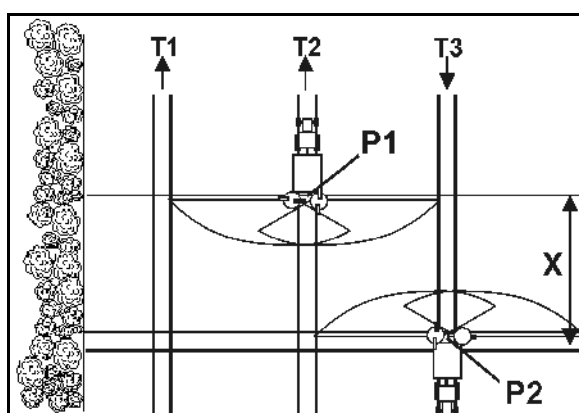

Fig. 69
- Åbn lukkespjældene efter indkørsel i køresporet ved punkt P1 (Fig. 69), hvis spredeskiverne er fjernet med strækningen X fra køresporet på forageren.
- Luk spjældet, før der køres ud fra køresporet ved punkt P2 (Fig. 69), hvis spredeskiverne befinder sig i samme højde som det første kørespor på forageren.